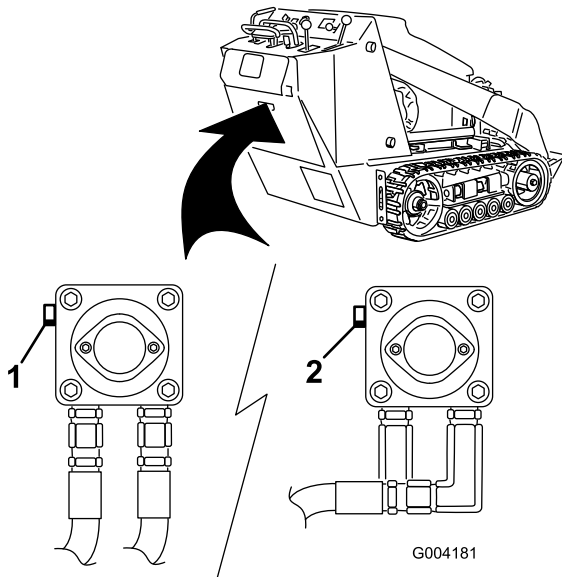

Figura 18
3. Utilizando uma chave de aperto, rode as válvulas de reboque nas bombas hidráulicas duas vezes no sentido contrário ao dos ponteiros do relógio (Figura 18).